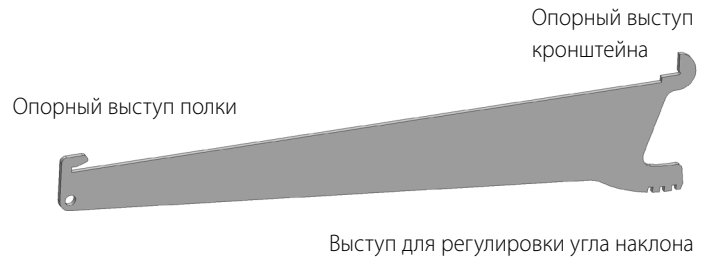

Рис. 11. Обозначение выступов опорных кронштейнов полки.
1. Найдите опорные кронштейны полки. См. рис. 11.
См. рис. 11 - 13.